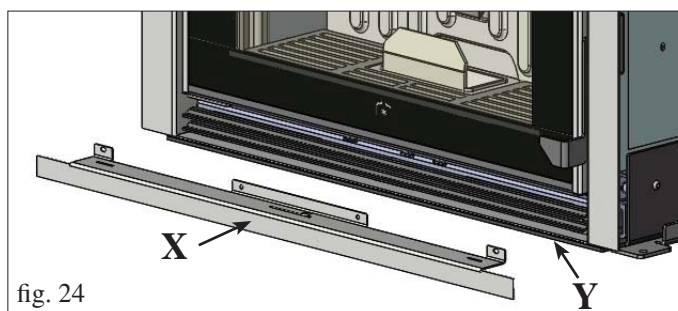

fig. 24
Após remover a grelha inferior, é possível montar, na base inferior da estrutura, o perfil metálico de acabamento “angular” (X - para revestimentos “moldura” ou com gesso acartonado), substituindo o perfil metálico plano (Y) já montado (ver fig. 24).